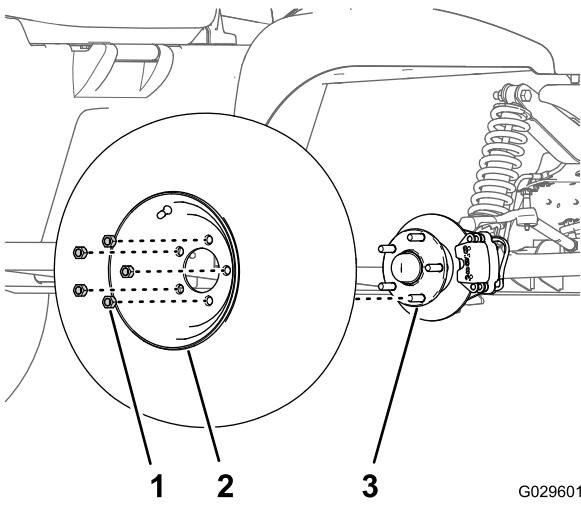

Figura 30
2. Togliete i 5 dadi a staffa che fissano la ruota al mozzo (Figura 30).
4. Allineate i fori sulla ruota ai prigionieri del mozzo e montate la ruota sul mozzo con lo stelo della valvola rivolto all'esterno (Figura 30).
5. Fissate la ruota al mozzo con i dadi a staffa (Figura 30) e serrate i dadi a una coppia di 108–122 N ·cm.